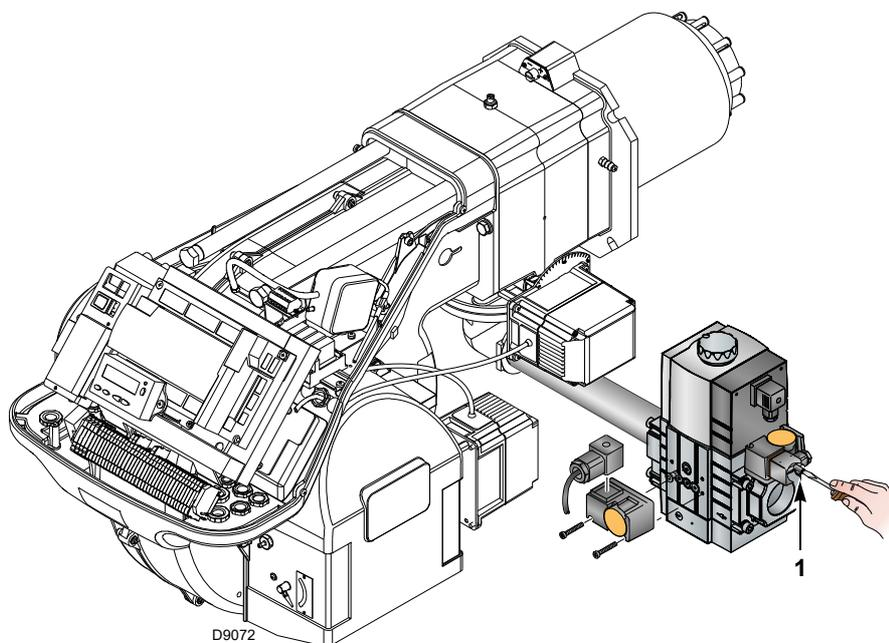

Fig. 30
- Contrôler la pression d'alimentation du gaz en raccordant un manomètre sur la prise de pression 1)(Fig. 30) du pressostat gaz seuil minimum : elle doit être inférieure à la pression maximale admise de la rampe gaz figurant dans la plaque d'identification.
- Purger l'air des tubes de la rampe gaz, en raccordant un tube en plastique sur la prise de pression 1)(Fig. 30) du pressostat gaz seuil minimum. Porter le tube de purge à l'extérieur de l'édifice jusqu'à sentir l'odeur du gaz.